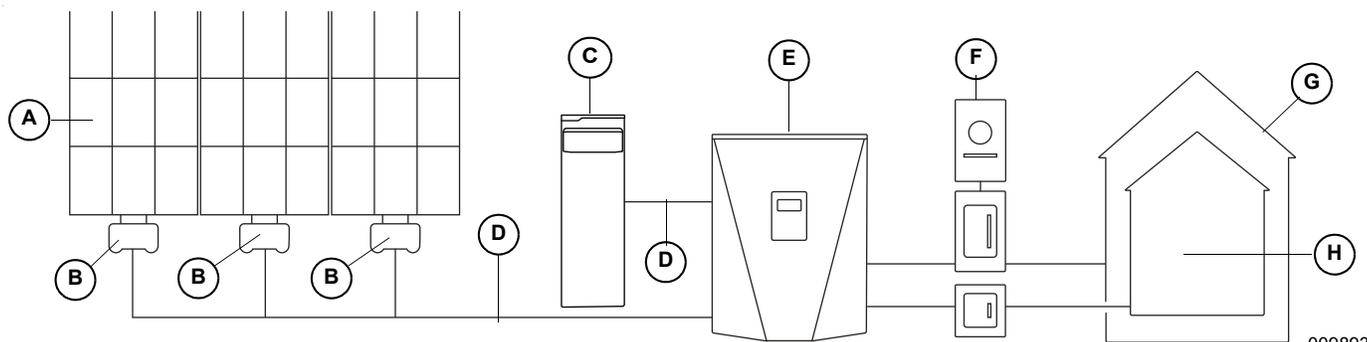

Figura 2-5. Ejemplo del sistema PWRcell de Generac
En la Figura 2-5, un inversor PWRcell compatible con REbus (E) está directamente conectado a PV Links (B) y a la batería PWRcell (C) en Rebus (D), las líneas/nanored de CC (D). A la derecha del inversor se encuentran las líneas de CA: 240 V CA o 208 V CA para las cargas de red y domésticas (G) y cargas protegidas (H). La compatibilidad de carga varía según el modelo y la cantidad de módulos de la batería conectados. Consulte Especificaciones para obtener más información.